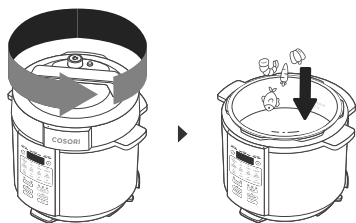

Figura 6.1
1. Ruotare il coperchio in senso antiorario e sollevarlo per rimuoverlo. **Non** utilizzare il coperchio della pentola a pressione quando si utilizza la funzione di cottura **SAUTE**. [Figura 6.1]